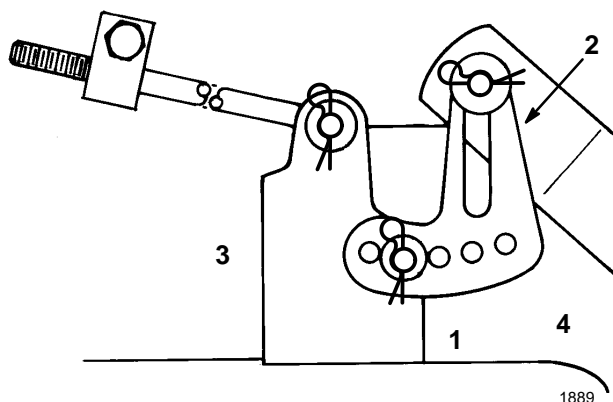

Abbildung 50
5. Haarnadelsplint und Unterlegscheibe vom Ausgleichsbügel entfernen (Abb. 50). Zum Ausgleich des Schnittmessers den Ausgleichsbügel in einem anderen Loch wieder anbringen und Unterlegscheibe und Haarnadelsplint installieren. (Abb. 50). Durch ein vorderes Loch wird das Schnittmesser gesenkt und durch ein hinteres Loch gehoben. Diesen Vorgang an der gegenüberliegenden Seite wiederholen.